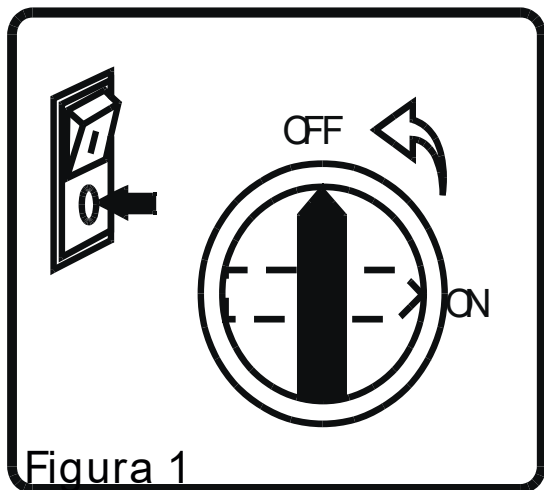

Figura 1
**Paso 1:** Corte la fuente de alimentación antes de la instalación o el mantenimiento, como se muestra en la Figura 1. Todos los procesos deben ser realizados por electricistas profesionales..